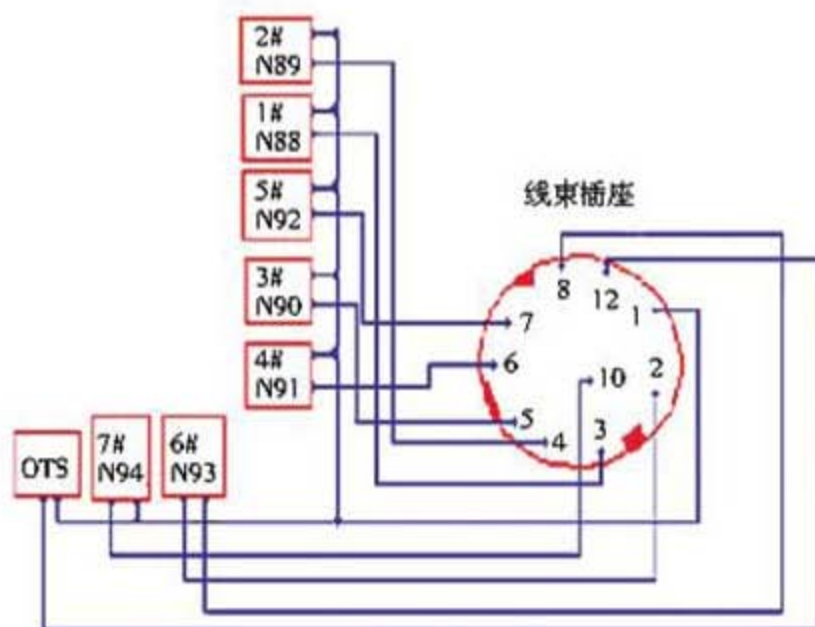

图1 变速器电磁阀线束插座
- 2). 基于以上分析, 应该重点对 N88 电磁阀线路和 K1/B1 控制阀进行检查。首先断开变速器壳体与变速器控制单元之间的 12 针电磁阀线束插头 (图 1), 用万用表测量 1 号和 3 号端子之间的阻值为 120 Ω , 正常阻值应